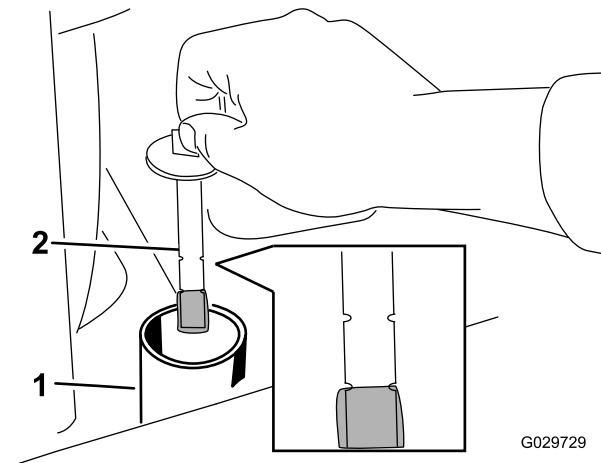

Рисунок 28
6. Снимите крышку с горловины заливного отверстия и проверьте уровень гидравлической жидкости с помощью щупа (Рисунок 28).